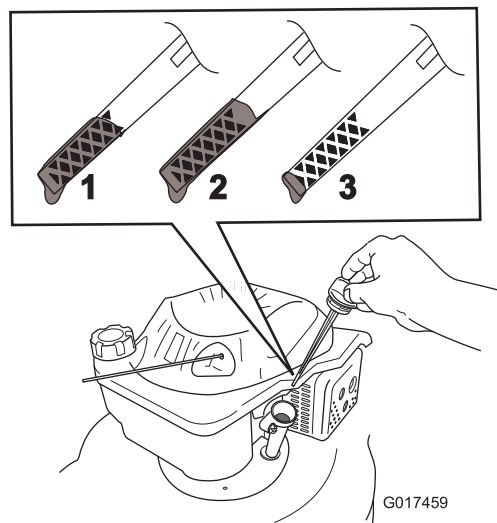

Figure 6
- Retirez la jauge (Figure 6) et versez de l'huile dans le tube de remplissage pour remplir le carter jusqu'aux 3/4 de sa capacité.
- Sortez de nouveau la jauge et vérifiez le niveau d'huile (Figure 6).